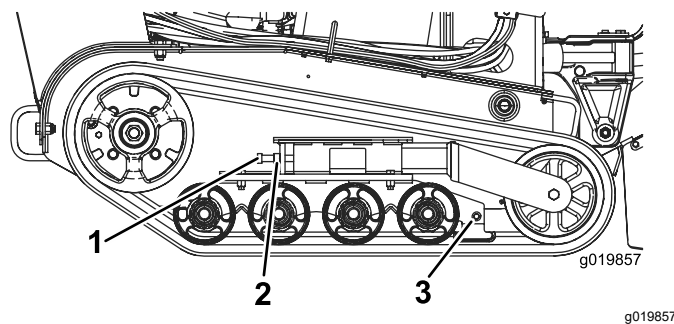

Figure 46
3. Desserrez l'écrou de blocage sur le boulon de réglage de tension de la chenille et les boulons de serrage du bras de tension (**Figure 46**).
4. Serrez le boulon de réglage de tension à un couple de 32,5 à 40 N·m pour tendre la chenille (**Figure 46**).
4. Desserrez le boulon de réglage de tension et l'écrou de blocage (Figure 46).